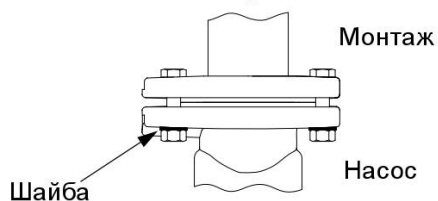

Рис. 3 Положение шайб для овальных отверстий под болты
При монтаже насосов типов UPS(D) 32-хх, 40-хх, 50-хх и 65-хх с овальными отверстиями под болты во фланцах должны обязательно применяться подкладные шайбы, см. рис. 3.